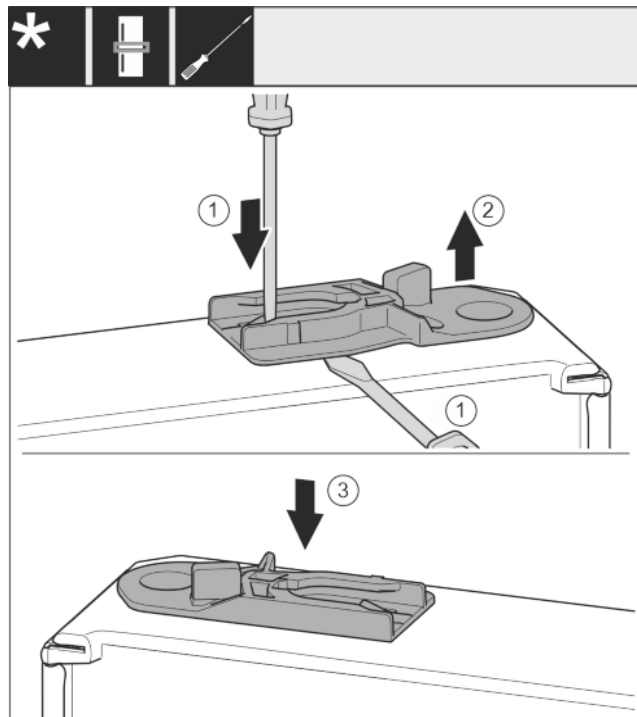

Fig. 29
- Húzza ki a vezetőhüvelyt: Nyomja a fedőlemezt lapos csavarhúzóval, és közben nyúljon lapos csavarhúzóval a vezetőhüvely alá. Fig. 29 (1, 2)
- Tolja be a tartozékként mellékelt vezetőhüvelyt a ház másik oldalán. Fig. 29 (3)